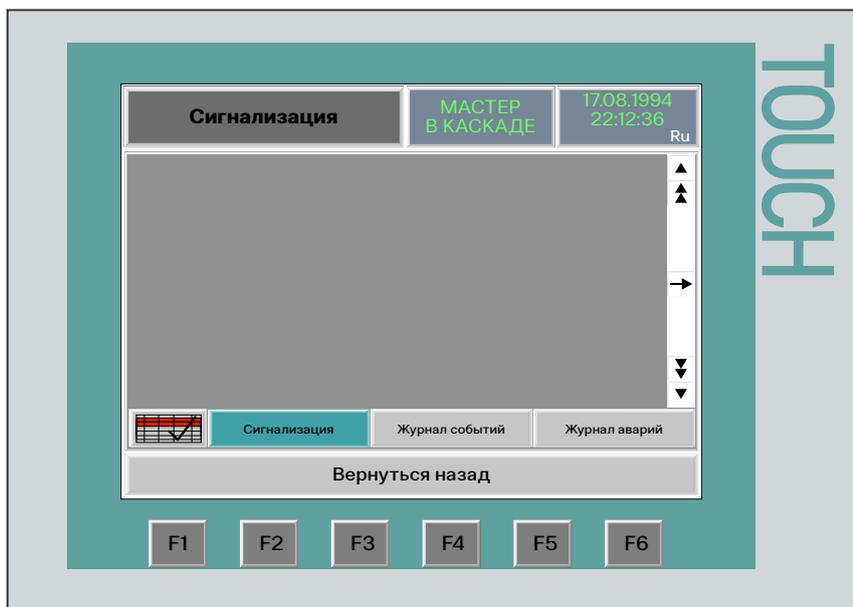

Рис. 20
Данная мнемосхема (рис. 20) служит для просмотра всех зарегистрированных событий в системе.
- окно сигнализации (рис. 20);
Окно сигнализации служит для предоставления оператору информации о наличии предупредительной или аварийной сигнализации. По результату просмотра данного окна оператор принимает нужное решение о квитировании (нажатием кнопки 1 (рис. 20)) конкретного аварийного или предупредительного сообщения, в результате которого деактивируется аварийная сигнализация. Данная функция необходима для сигнализации оператору системы о нужности экстренного принятия решения по недопущению аварийного останова, или деблокировке (выводе системы в исходное состояние) после окончания аварийного события (см. Приложение 1 «Алгоритмы и режимы управления»). Каждое сообщение в системе сообщений, можно подробно расшифровать нажав кнопку 2 (рис. 20).